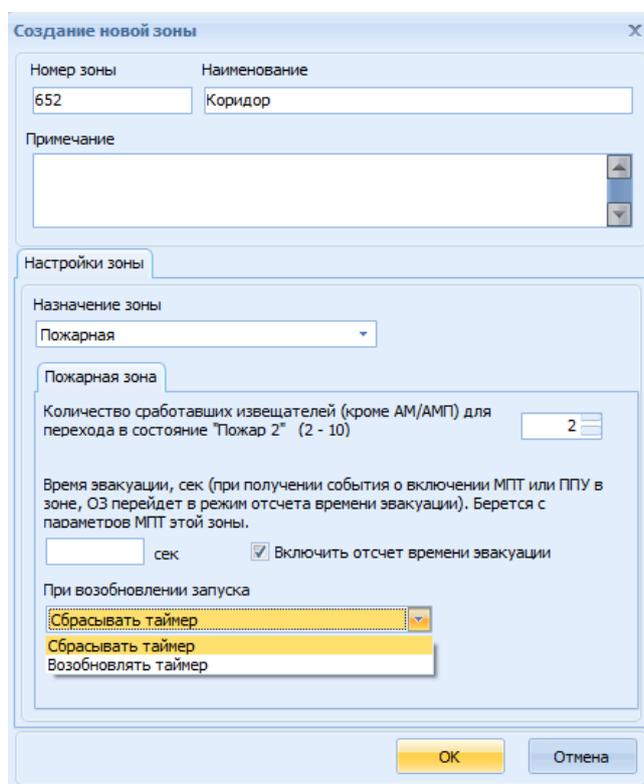

Рис. 3 Окно **Создание новой пожарной зоны**
2. В открывшемся окне **Создание новой зоны** заполнить предложенные поля (Рис. 3). **Номер зоны**, формируется автоматически, обозначаясь очередным номером по списку. По номеру зоны происходит ее связь с зонами приборов, поэтому все номера зон должны быть уникальными. В поле **Наименование** следует набрать наименование вновь добавляемой зоны. При записи наименования зоны в прибор оно будет ограничено 20-ю первыми символами. В поле **Примечание** можно привести поясняющие комментарии относительно добавляемой зоны. Примечание отображается в виде подсказки оператору «Оперативной задачи».
Здесь же существует возможность настроить логику работу таймера. Если пуск был приостановлен, а потом вновь произведён, то отчёт будет, либо производится сначала (значение *Сбрасывать таймер*), либо продолжится с момента останова (значение *Возобновлять таймер*) (Рис. 3).